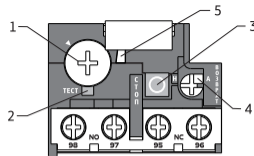

Рисунок 1. Органы управления
На лицевой панели теплового реле имеются винт для плавной регулировки уставки тока (1), кнопка «СТОП» (3) для отключения нагрузки (изменяет состояние НЗ контакта, не изменяет состояние НО контакта), кнопка «ТЕСТ» (2) для проверки срабатывания реле, переключатель-кнопка «ВОЗВРАТ» для выбора режима возврата (4) в рабочее состояние после аварийного отключения реле, индикатор (5) срабатывания реле (рисунок 1). Все органы управления, кроме кнопки «СТОП» закрываются прозрачной защитной крышкой с возможностью опломбировки.